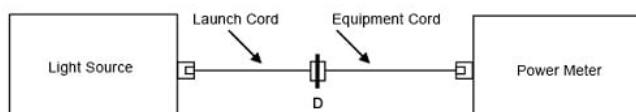

图 12. 设置参照
a. 使用连接到光源的发射光纤和第一根设备线设置参照（见图 12）。